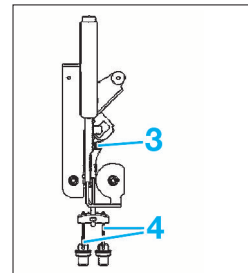

FIG. 54
- Desserrer l'écrou (3) (Fig.54).
- désaccoupler les câbles de frein de stationnement (4) au niveau du palonnier.